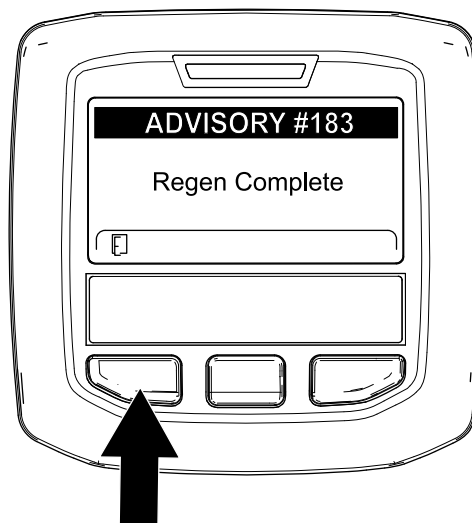

Рисунок 68
9. Когда компьютер двигателя завершает процесс стационарной или восстановительной регенерации, на дисплее инфо-центра появляется информационное сообщение № 183 (Рисунок 68). Для перехода на главный экран нажмите левую кнопку.